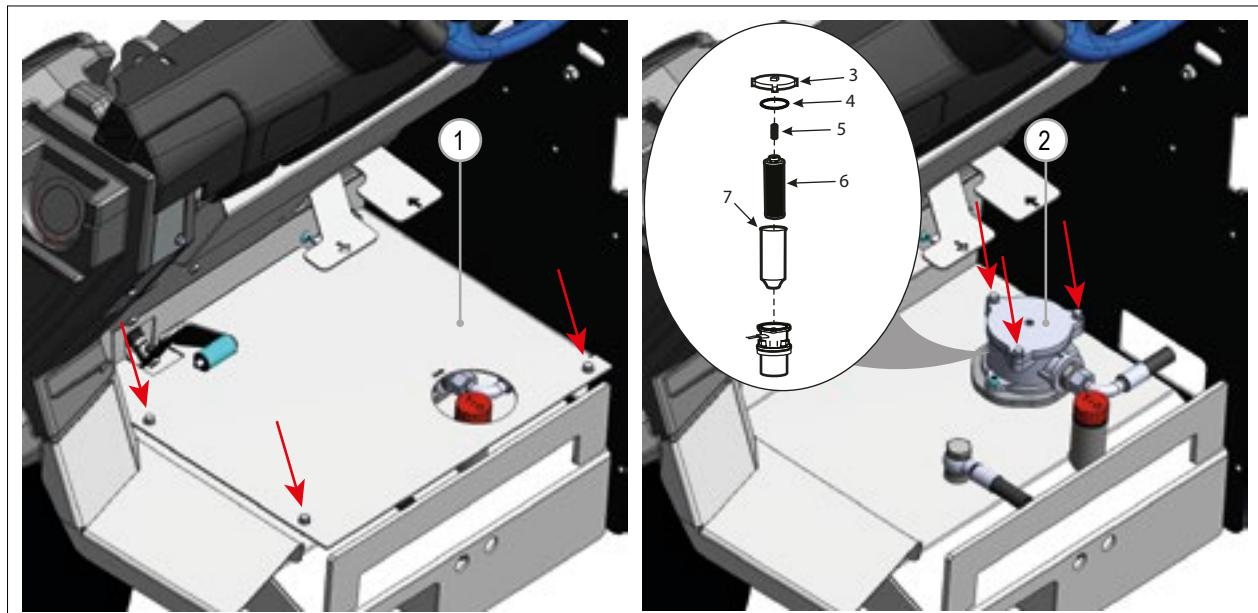

РИС. 34
- 3) Снимите область опоры для ног (**РИС. 34 - Сс. 1**), выкрутив винты, крепящие её к раме (**см. РИС. 34**).
- 4) Снимите крышку масляного фильтра (**РИС. 34 - Сс. 2**), открутив крепежные винты.
- 5) Снимите пружину (**РИС. 34 - Сс. 5**) и фильтрующий элемент (**РИС. 34 - Сс. 6**) из пластиковой гильзы (**РИС. 34 - Сс. 7**).
Уплотнительное кольцо расположено в верхней части корпуса фильтра (**РИС. 34 - Сс. 4**). Замените уплотнительное кольцо в случае износа или повреждения.
- 8) Установите крышку фильтра (**РИС. 34 - Сс. 2**) и закрепите её.